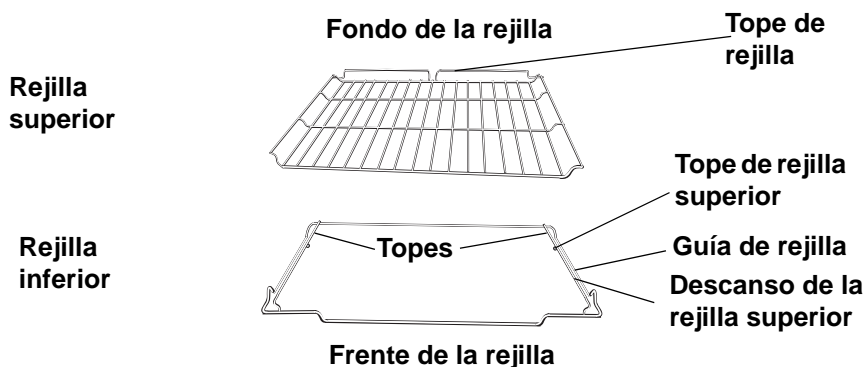

Figura 3: Rejilla de extensión completa
4. Empuje la rejilla completamente hacia adentro (Vea Figura 3).